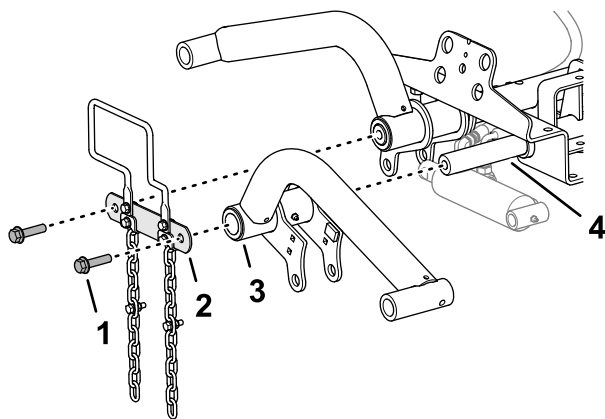

Figura 11
1. Monte os braços de elevação nos eixos de pivô do braço de elevação conforme mostrado na Figura 11).
2. Monte a ligação do eixo de pivô aos eixos de pivô do braço de elevação (Figura 11) com os 2 parafusos de remate com flange (0,5 x 2 pol.) removidos em Preparação para instalar os braços de elevação (página 16).